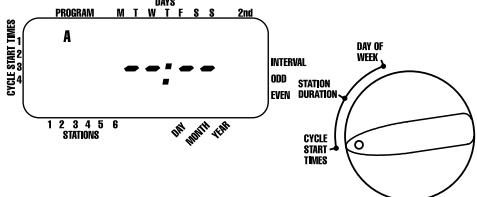

ABBILDUNG 4: LCD-Anzeige mit Startzeit
- Die Zyklusstartzeiten werden für beide Programme nach dem gleichen Schema eingestellt. Stellen Sie den Drehschalter auf ZYKLUSSTARTZEITEN in dem Programm, das Sie konfigurieren wollen. In der Anzeige erscheint ein A oder B, je nach ausgewähltem Programm. In der Anzeige erscheint — : — sowie ein blinkender Cursor bei ZYKLUSSTART 1 [siehe Abb. 4].